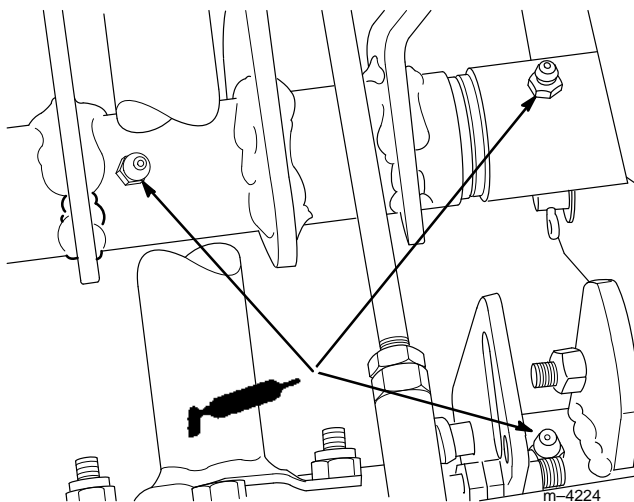

Abbildung 33
4. Die drei Schmiernippel schmieren (Abb. 33).